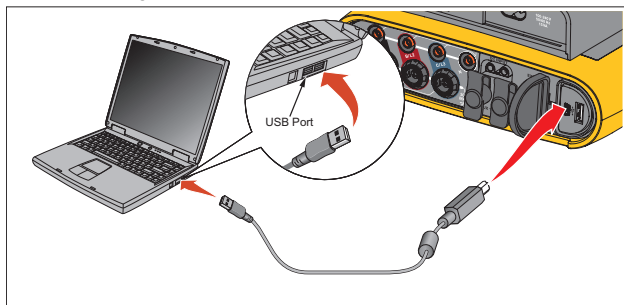

Figura 8. Collegamenti del Power Logger al PC
3. Collegare il cavo USB alle porte USB del computer e del Logger. Vedere la Figura 8.